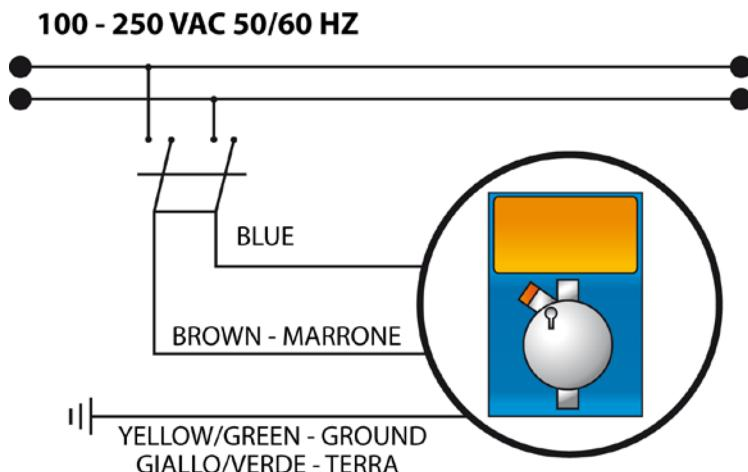

Fig.3 – Conexión eléctrica
- Asegurarse de que la misma esté desactivada eléctricamente (ambas polaridades), desenchufando los conductores de los puntos de contacto de la red, mediante la apertura del interruptor omnipolar, con una distancia mínima entre los contactos de 3 mm (Fig.3).